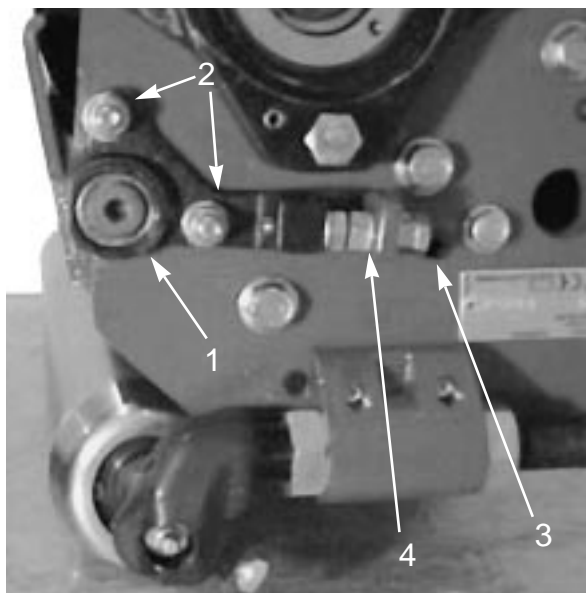

図 5
5. ピボットハブのロックナット（2個）をわずかにゆるめてハブを動かせるようにする（図5）。
6. 左側が切れない場合：下側調整ネジをゆるめ、上側調整ネジを締める（右回し）。これで、ピボットハブは上に移動する。右側が切れない場合：上側調整ネジをゆるめ、下側調整ネジをゆるめる（左回し）。これで、ピボットハブは下に移動する（図5）。